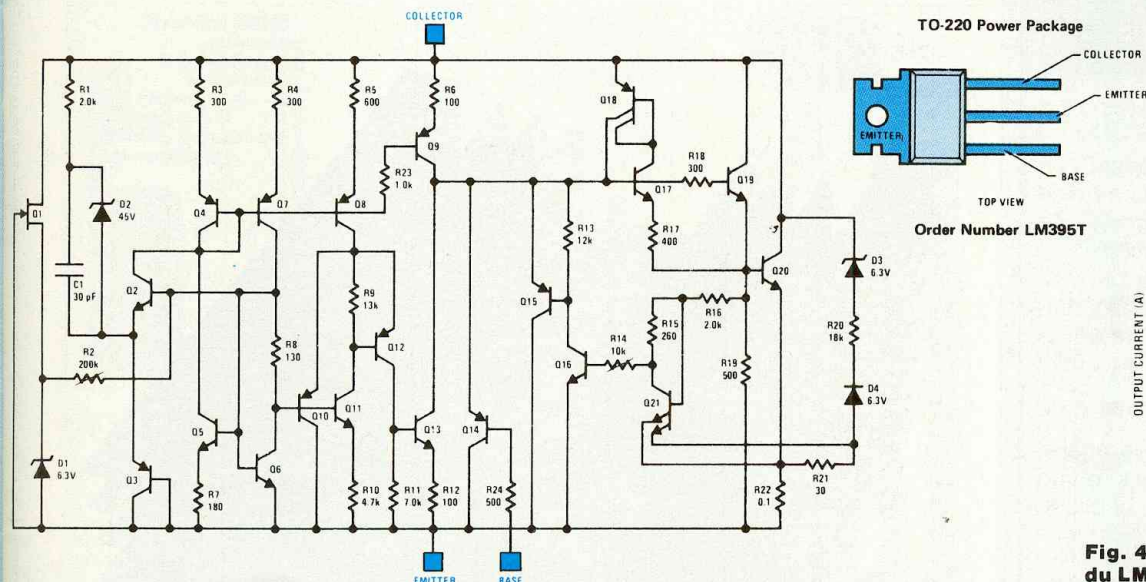

Fig. 3 : La structure interne du LM 395 est fort complexe !
L'interconnexion de l'amplificateur en tension et de celui en courant se fait par la résistance R5 de 5,1 kΩ. Cette résistance prélève le signal amplifié sur la broche 6 du LM 344 pour l'injecter dans la base du transistor LM 395 composant de N.S. Bien que ne possédant que trois électrodes désignées par (E) émetteur, (B) base et (C) collecteur, le LM 395 n'en est pas pour autant un véritable transistor. Sa structure interne est fort complexe et nous vous la dévoilons en figure 3 pour information, quelle usine !